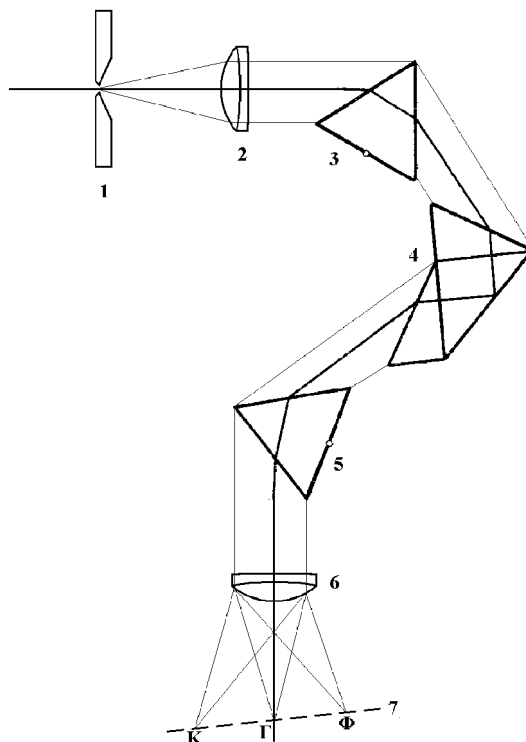

Рис. 13.
В настоящей работе используется спектрограф ИСП-51 (рис.13), диспергирующая система которого, собранная по схеме Фестерлинга, состоит из трех призм и дает большую дисперсию. Взаимное расположение призм и их взаимное движение обеспечивают прохождение в минимуме луча любой длины волны, идущего по оптической *оси камеры*, и отклонение его на постоянный угол 90° по отношению к оси коллиматора. Две из этих призм (3 и 5) трехгранные с преломляющим углом 63° , средняя (4) – призма Аббе с эквивалентным преломляющим углом 63° . Такая конструкция обеспечивает высокие качества спектра и плоское поле.